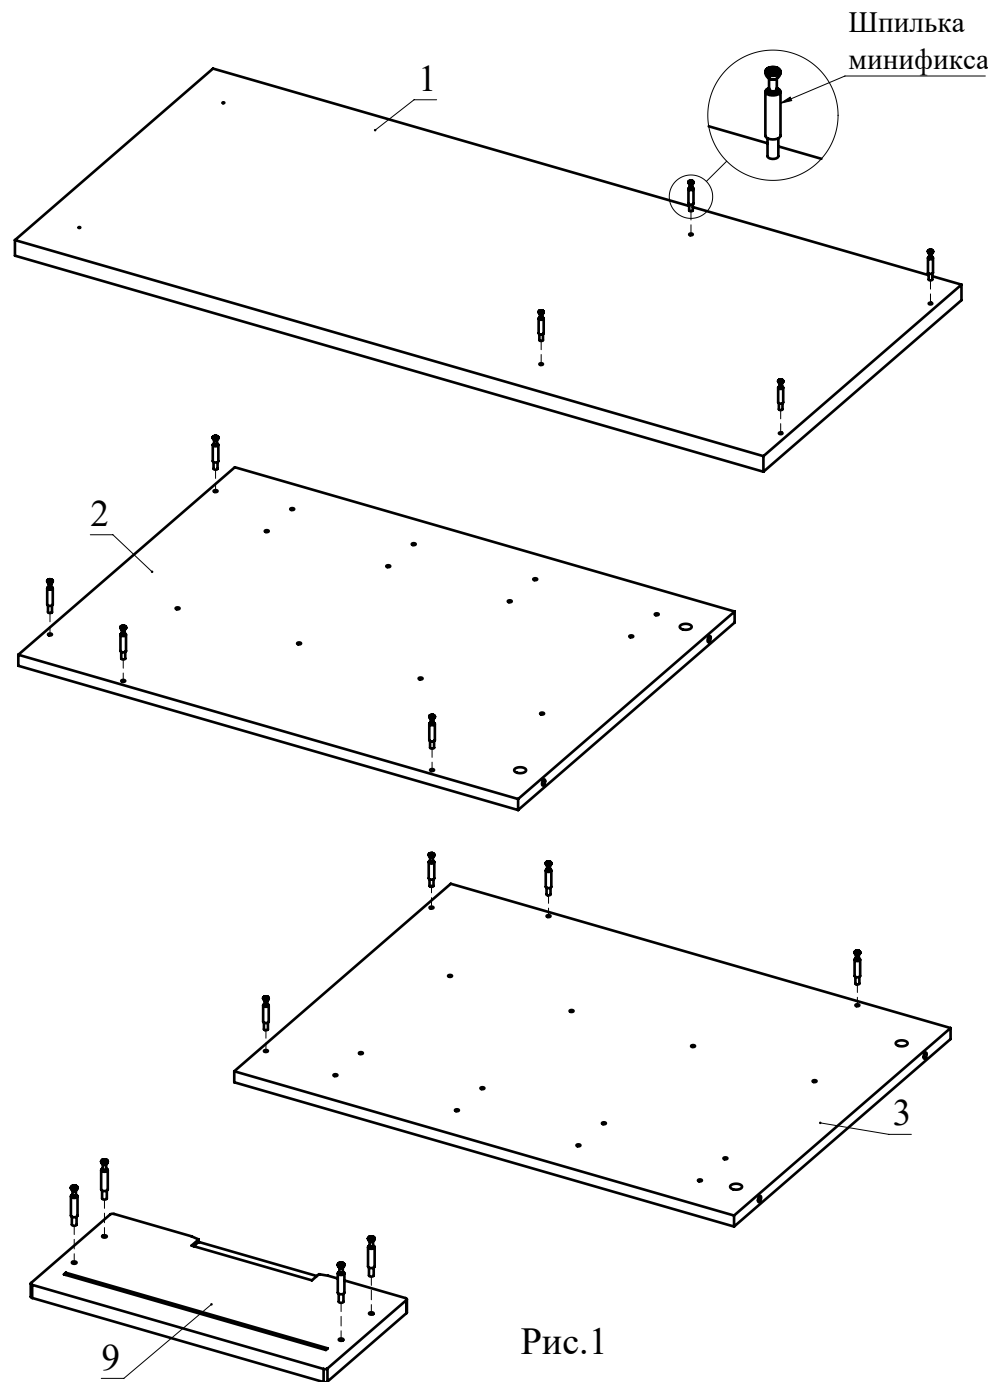

Рис.1
1. Вкрутите шпильки минификсов в детали 1, 2, 3, 9 (Рис. 1).